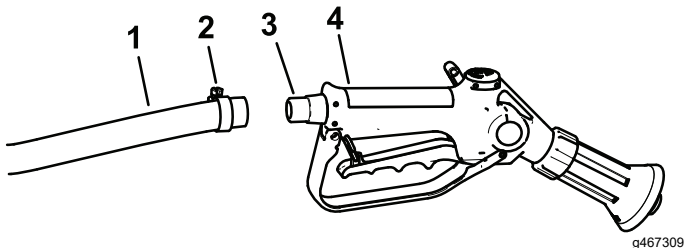

Figure 39
2. Connectez l'extrémité libre du long flexible au raccord du pistolet pulvérisateur (Figure 39).